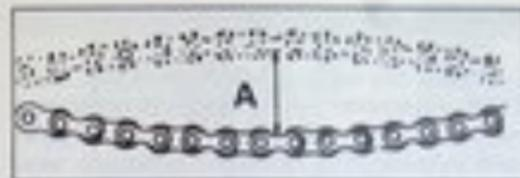

Fig. 16 - Tensione catena
- la catena sia sempre tesa. Il gioco che questa deve mantenere è di 30-35 mm (A fig. 16);